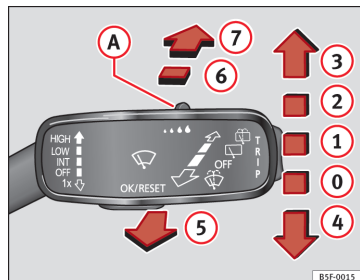

Fig. 64 Utilisation de l'essuie-glace avant et arrière.
- Appuyez sur le levier d'essuie-glace brièvement vers le bas ⇒ fig. 64 ④.